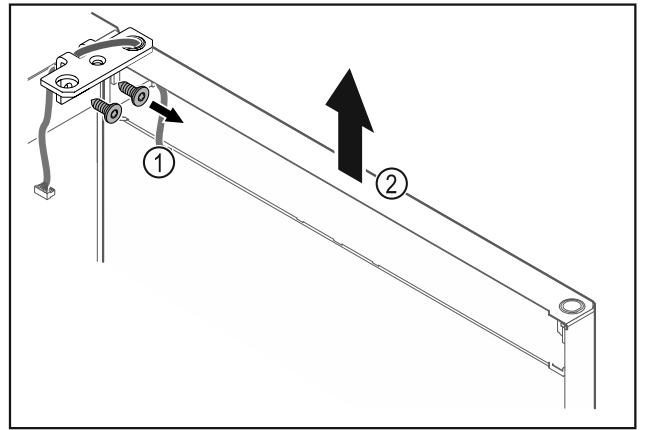

Fig. 21
- Skru av hengselvinkelen Fig. 21 (1).
- Løft døren og hengselvinkelen Fig. 21 (2) ca. 200 mm rett opp, og ta den av.